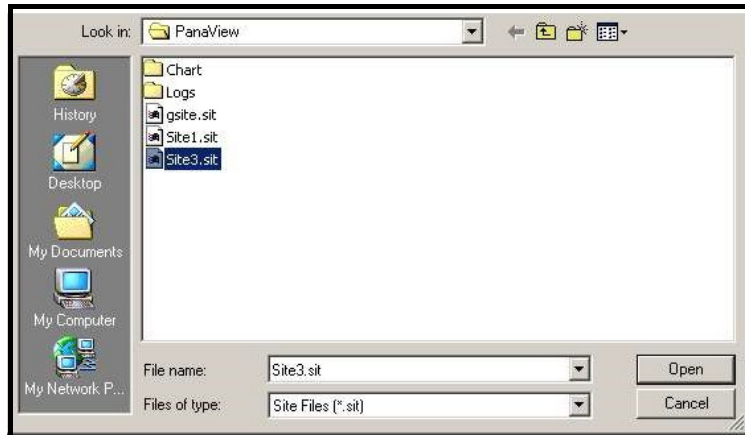

Figura 52: Selección de archivos del sitio
- A continuación, haga clic en el botón [Guardar sitio en el medidor]. Se abrirá una pantalla similar a la *Figura 52*.
- a. Se abrirá la ventana de *selección de archivos del sitio* (*Figura 52 en la página 102*). Resalte un archivo de sitio con la configuración deseada y haga clic en [Abrir]. El archivo del sitio se convertirá en el sitio de *trabajo* en el medidor con la configuración deseada.
2. Haga clic en [Guardar sitio en el PC]. Se abrirá una ventana similar a la *Figura 52 en la página 102*.
1. Resalte el sitio en el panel izquierdo. (Véase la *Figura 52 en la página 102*)
3. Se abrirá la ventana de *Selección de archivos del sitio* (mostrada en la *Figura 52 en la página 102*). Introduzca el nombre del sitio deseado (con el sufijo .prt) y haga clic en [Guardar]. PanaView mostrará una versión de texto del sitio, como se muestra en la *Figura 54*.